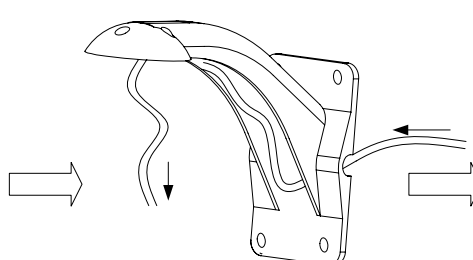

Figura 8
- 3) Pase el cable a través del soporte (vea la Figura 8).